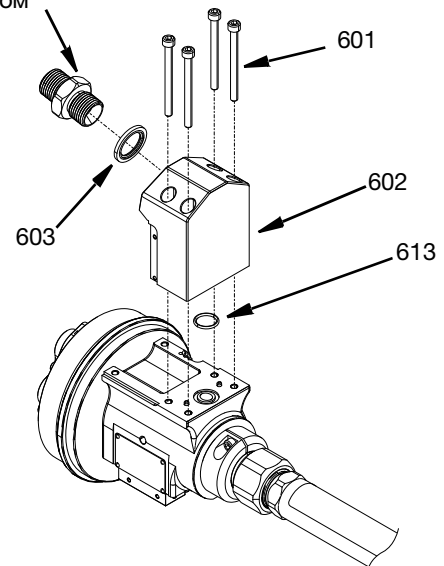

Рис. 14
1. Удалите поставляемые заказчиком впускной фитинг и шайбу 1/2 дюйма BSPP (603).
2. Отсоедините однопортовый адаптер SST (602), удалив с помощью шестигранного ключа четыре винта M5 SHCS (601).
3. При повторной сборке удалите витонитовое уплотнительное кольцо (613) и установите новое. См. Рис. 14.